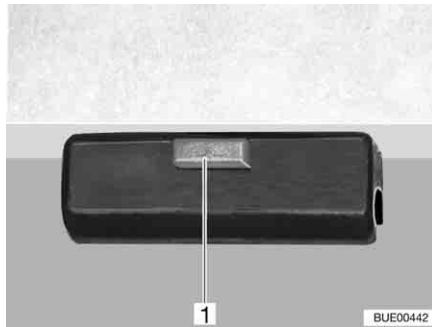

Bild 104 Verriegelung
- Verriegelung (Bild 104,1) an der Tischplatte lösen.